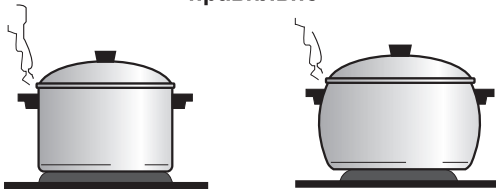

Рис.2
- **ПАМ'ЯТАЙТЕ!** для швидкого готування їжі посуд має бути із плоским дном, що добре прилягає до поверхні конфорки. діаметр посуду має рівнятися або бути трохи більше діаметра конфорки (рис. 2).